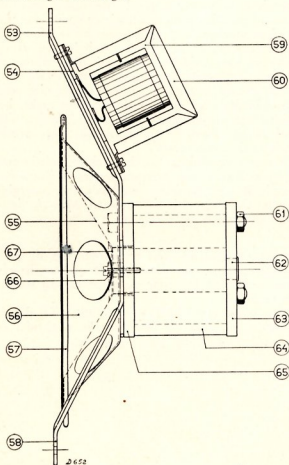

Fig. 9
Een ringvormige magneet (fig. 9 pos. 64) is door middel van 3 bouten (61) tusschen twee weekijzeren platen (63 en 65) geklemd. In de achterste plaat is een weekijzeren kern (62) geklonken, terwijl in de voorste plaat een opening is uitgedraaid, zoodat een luchtspleet van 1 mm verkregen wordt. De centreering van den conus geschiedt door middel van centreerplaatjes van veerkrachtig materiaal (67) waarin een afstandsbusje (66) is gefelst. Een 3 mm schroefboutje klemt deze en daarmee de centreerplaatjes op het kernblokje vast. De flanellen conusrand is met behulp van een felsring aan den conusdrager bevestigd.